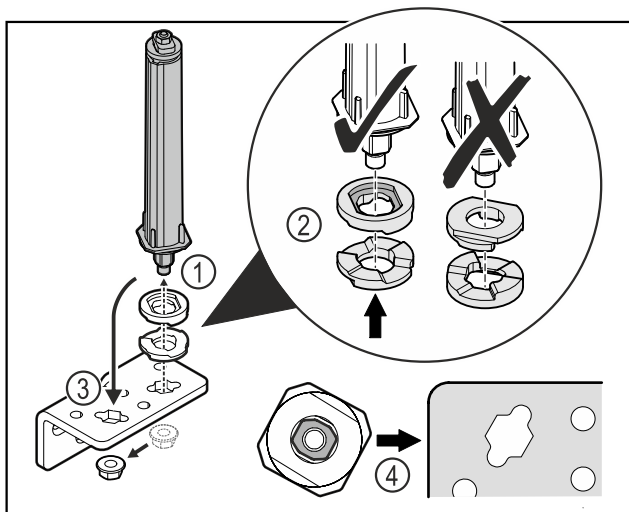

Fig. 34
- ▶ Odkręcić nakrętkę i wyjąć system blokujący drzwi Fig. 34 (1).
- ▶ Zwracać uwagę na prawidłowe ustawienie podkładek do regulacji wysokości Fig. 34 (2).
- ▶ Przełożyć system blokujący drzwi w zawiasie i zamocować nakrętką Fig. 34 (3).
- ▶ Przy wkładaniu zwracać uwagę na prawidłowe ustawienie systemu blokującego drzwi Fig. 34 (4).